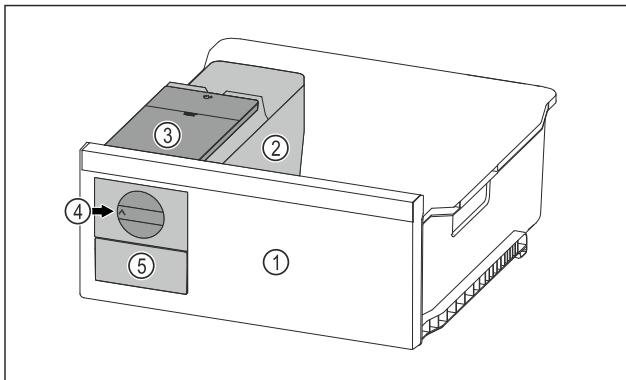

Fig. 68 Príklad zobrazenia
► Otočný gombík Fig. 68 (4) otočte v smere hodinových ručičiek až na doraz.
► Kocky ľadu vypadávajú z misky na kocky ľadu do zásuvky na kocky ľadu Fig. 68 (5).